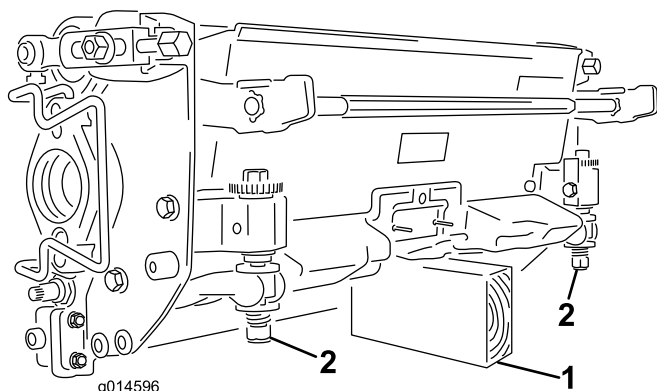

Figure 3
Chaque fois que le plateau de coupe doit être basculé pour exposer la contre-lame et le cylindre, soutenez l'arrière du plateau de coupe pour éviter que les écrous au bout des vis de réglage de la barre d'appui ne reposent sur la surface de travail (Figure 3).
**Important:** Chaque fois que le plateau de coupe doit être basculé pour exposer la contre-lame et le cylindre, soutenez l'arrière du plateau de coupe pour éviter que les écrous au bout des vis de réglage de la barre d'appui ne reposent sur la surface de travail (Figure 3).